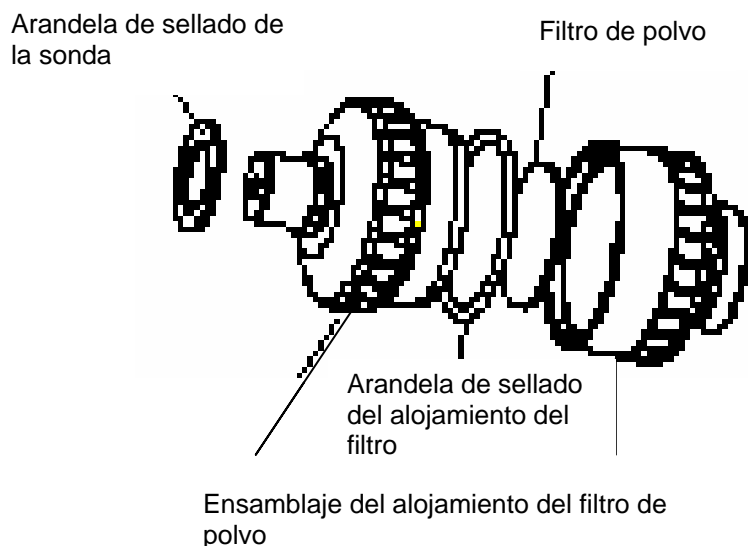

Figura 4.6 Ensamblaje del filtro de polvo
- 1) Destornille el alojamiento del filtro (Figura 4.6).